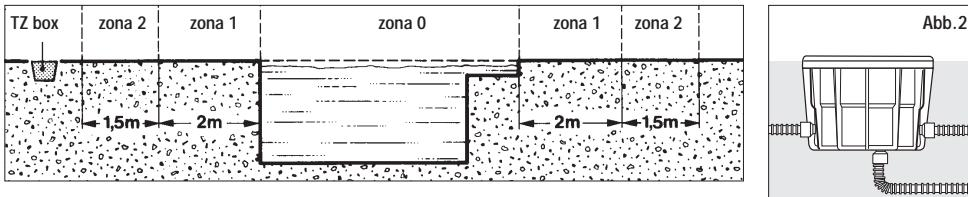

Abb.1 (Norm CEI 64-8/7)
- Die TZ-Box ausserhalb des Bereiches 2 in einem Abstand, der nicht unterhalb von 3,5m des Beckenrandes liegt, installieren (CEI-Normen 64-8/7) (Abb. 1).